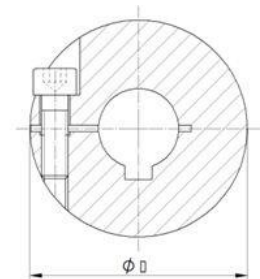

Abbildung 17: Klemmnabe
- Maß A am Getriebe ausmessen (Abbildung 17)
- Maß A am Getriebe ausmessen Abbildung 17